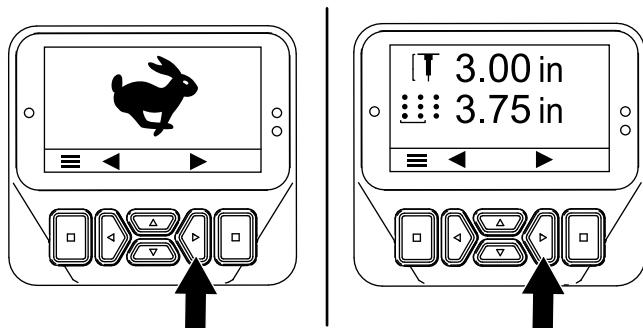

図 61
- 注** 移動走行モード画面またはエアレーションモード画面が表示される図 61。